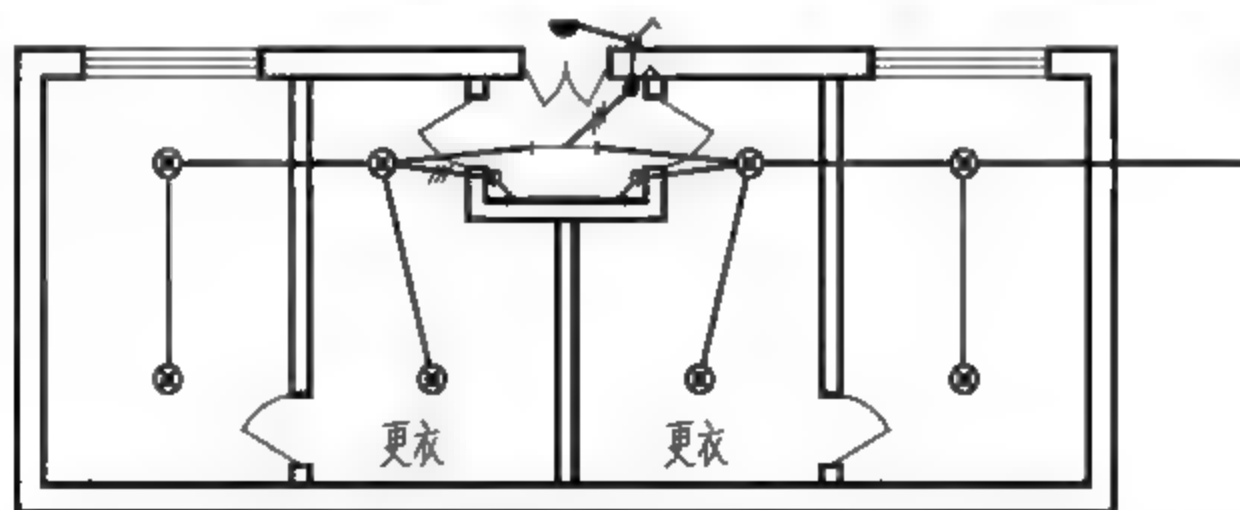

图7-94 绘制导线
(6) 调用L【直线】命令，在相应的线路上绘制导线对象，如图7-94所示。